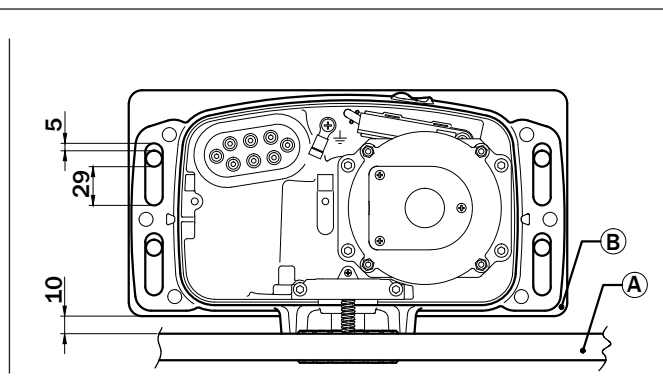

Fig. 2
- Posizionare il R30 sui 4 tiranti [B], come indicato in fig. 2. Se necessario, svitare i dadi della piastra di fondazione.
- Fit the R30 on the 4 anchor bolt [B], as shown in fig. 2. If necessary, undo the nuts on the foundation plate.
- Den R30 auf die 4 Ankerbolzen [B] aufsetzen, wie in Abb. 2 gezeigt. Falls erforderlich, die Muttern der Fundamentplatte abschrauben.
- Positionner le R30 sur les 4 tirants [B], comme indiqué dans la fig. 2. Si nécessaire, dévisser les écrous de la plaque de fondation.
- Coloque el R30 en los 4 tirantes [B], como se indica en la fig. 2. Si es necesario, desenrosque las tuercas de la placa de cimentación.
- Posicione o R30 nos 4 tirantes [B], conforme indicado na fig. 2. Se necessário, desenrosque as porcas da chapa de base.
- Se i finecorsa sono di tipo magnetico le frecce devono essere rivolte verso il centro della cremagliera (fig. 2).